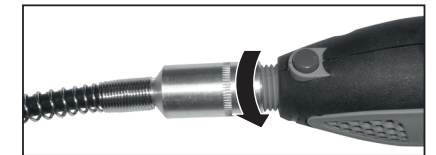

Abb.10
- Schrauben Sie den Flansch des biegsamen Aufsatzes auf das Schleifmaschinengewinde auf, siehe Abb.10